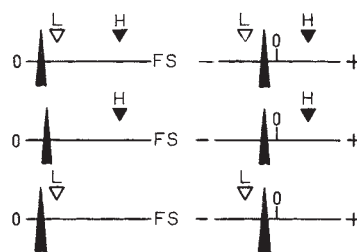

図2 片振れ計器
- 指示計が図2の時にリレー制御電源を投入する場合、片振れ計器ではH側リレーが動作しませんので、H設定指標を指針に重ねリセットしてください。L側リレーは、動作してしまいますので、L設定指標を指示計に重ねリセットしてください。尚両振れ計器ではH側リレーが動作しませんのでH設定指針のみ指示計に重ねリセットしてください。